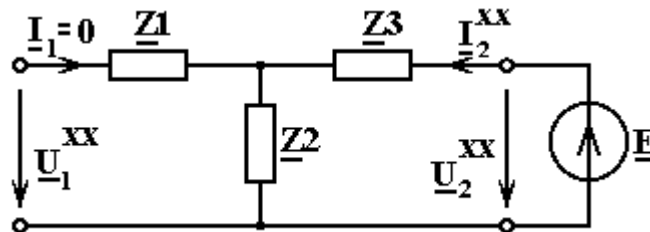

Рис.5.10
2.1. Схема четырехполюсника (рис.5.10)
2.3. Токи и напряжения в схеме (рис. 5.10)